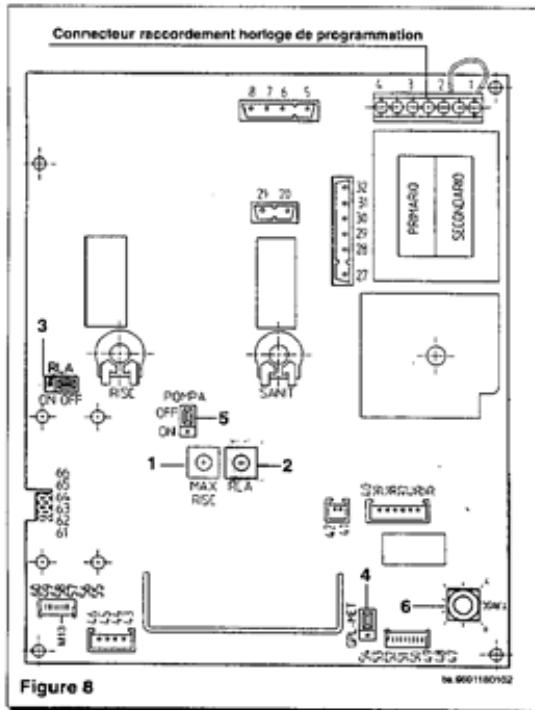

Figure 8
- connecter le moteur du programmeur au bornier de la carte électronique principale (bornes 3 et 4 de la figure 8);
Pour utiliser ce composant, il est nécessaire de glisser, entre la carte de modulation (connecteur M13, figure 8) et le bornier du télécontrôle (bornes 4 et 5, figure 7), une carte interface fournie elle aussi en tant qu'accessoire. Le raccordement électrique à la chaudière est réalisé en utilisant deux conducteurs présentant une section minimale de 0,5 mm² et une longueur maximale de 50 m. Le pôle positif doit être raccordé à la borne 5 et le pôle négatif, à la borne 4 (voir schéma de raccordement). Si le raccordement est effectué sans respecter la polarité, le télécontrôle ne subit aucun dommage, mais il ne peut pas fonctionner.
- * positionner le pont du connecteur "changement de gaz", dans le secteur MET pour le gaz naturel ou dans le secteur GPL pour le gaz liquide (figure 8).